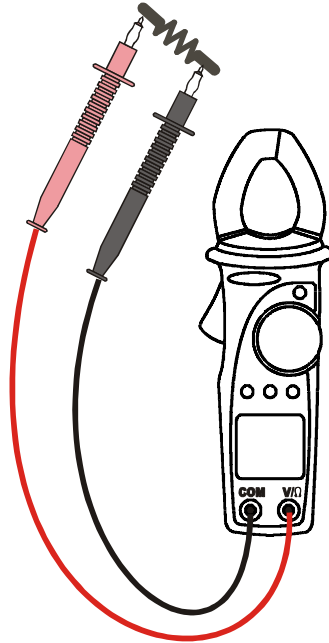

Fig. 8: Uso del instrumento para la medida de resistencia.
2. Conecte las dos puntas de prueba en los terminales de la pinza, la roja en el terminal V/ Ω y la negra en el terminal COM, como visualizado en Fig. 8.